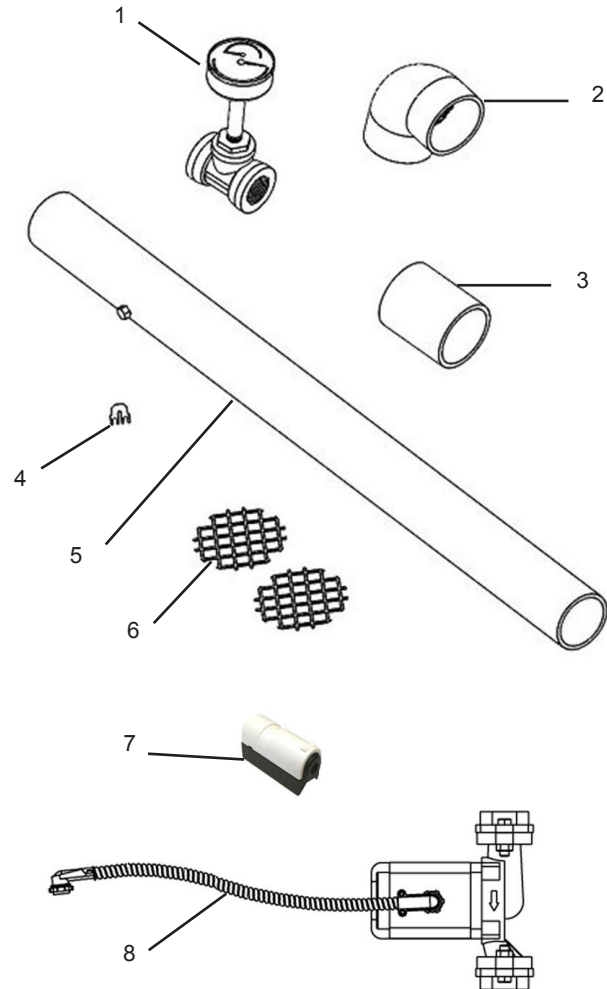

Figure 3. – Contenu du kit d'installation
Cet appareil à usage résidentiel est expédié dans une seule caisse avec un kit d'installation sous la forme d'une boîte dont le contenu est le suivant: (Voir Figure 3)
2. Vérifier le contenu de la boîte (kit d'installation), les pièces nécessaires sont énumérées en Figure 3.